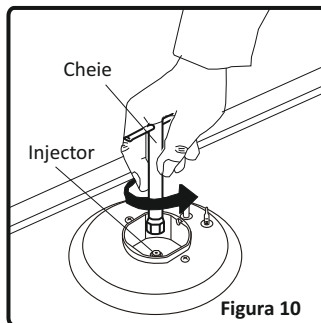

Figura 10
- Deșurubați injectoarele. Pentru a deșuruba injectoarele, utilizați o cheie tubulară de 7 mm (Figura 10)